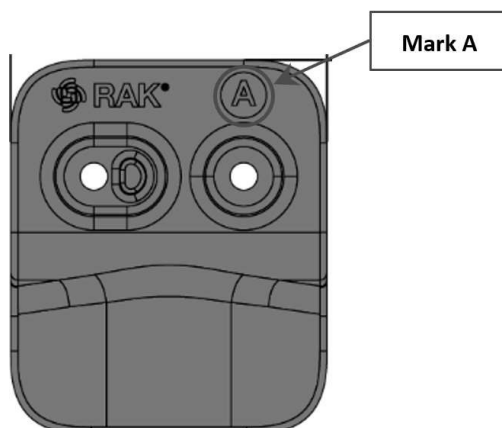

Abbildung 14: Mit dem Buchstaben A gekennzeichnetes Befestigungszubehör
1. Für die vertikale Mastmontage verwenden Sie zwei (2) Befestigungszubehöriteile, die mit dem Buchstaben A gekennzeichnet sind, wie in Abbildung 14 dargestellt.